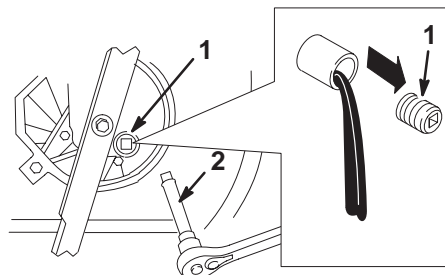

Bild 28
5. Entfernen Sie die Ölablassschraube und stellen den Rasenmäher wieder in seine Betriebsstellung. Lassen Sie dann das Öl in die Wanne ablaufen (Bild 28).